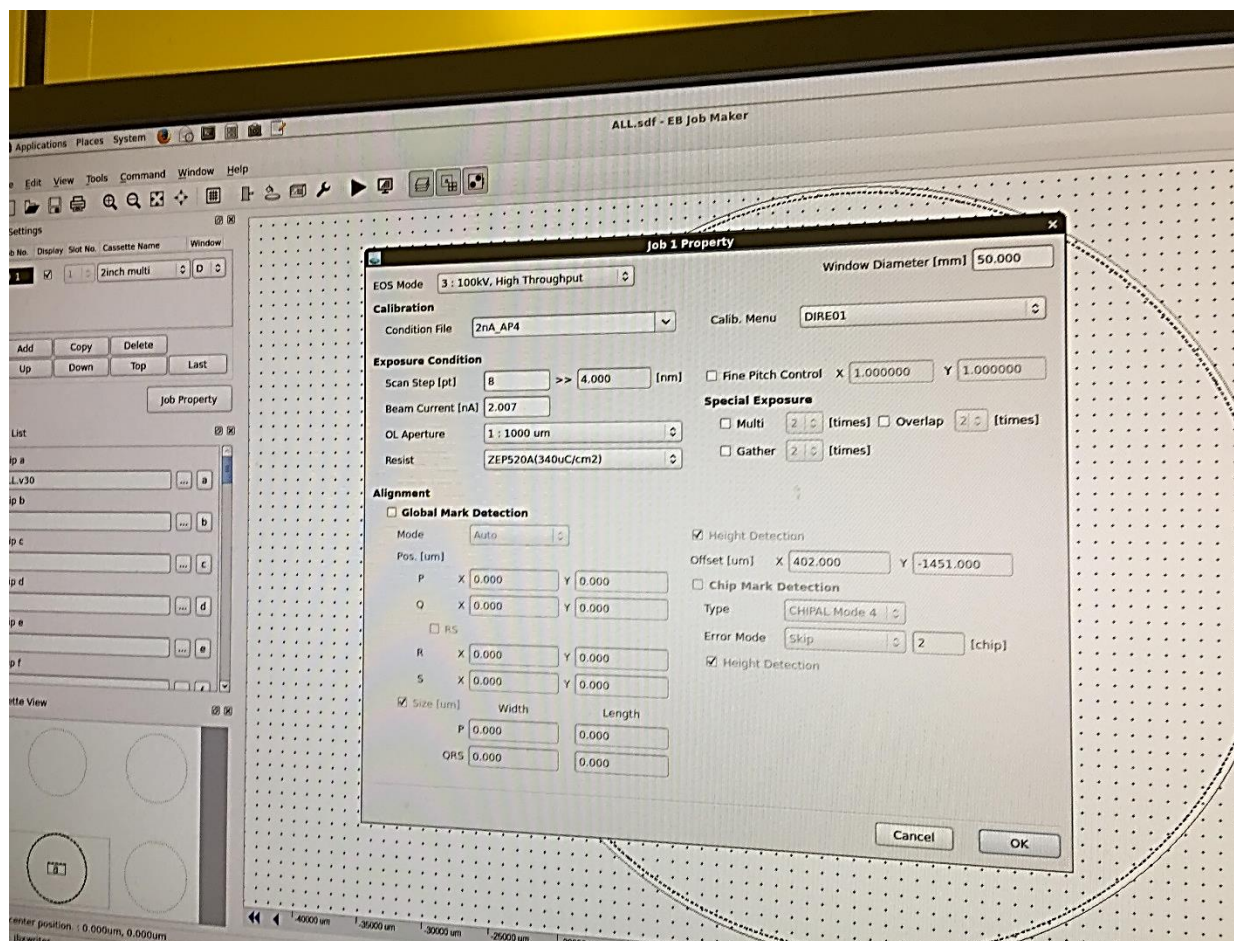

Рис. 3. Снимок экрана литографа с открытой программой Job Maker.
- 4.2. Скопировать имеющийся файл *.sdf с настройками или создать новый и вписать все параметры (как показано на рис. 3).